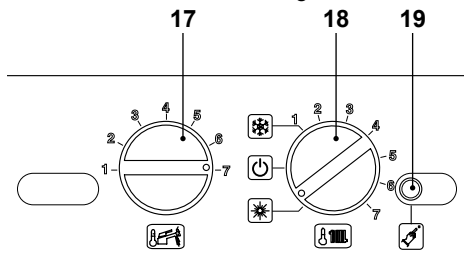

Figura 7.2
- Posizionare le manopole del pannello comandi come indicato in Figura 7.2.
- Per entrare nella modalità Spazzacamino bisogna entrare in programmazione premendo per 15 secondi il pulsante di ripristino 19 in Figura 7.2 fino alla comparsa del parametro **P01** sul display LCD; sul display LCD compare la seguente visualizzazione (la sequenza **P01** si alterna -- --).
- Premere il pulsante di ripristino 19 in Figura 7.2 per lo scorrimento dei vari parametri sino al raggiungimento del parametro **P09** valido per il settaggio modalità Spazzacamino; sul display LCD compare la seguente visualizzazione (la sequenza **P09** si alterna a **00**).